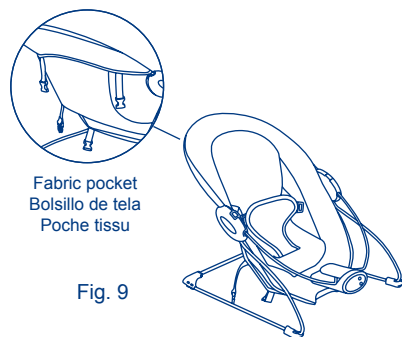

Fig. 9
- 9) • Slide the top of the seat pad over the backrest tube. (Fig. 9)
- Deslice la parte superior de la almohadilla del asiento por encima del tubo del respaldo. (Fig. 9)
- Faites glisser le haut du coussin de siège par-dessus le montant du dossier. (Fig. 9)